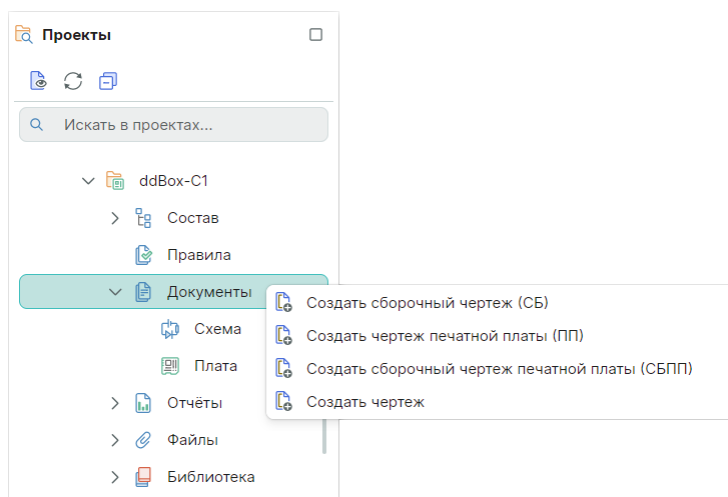

Рис. 58 Создание чертежей в дереве проекта
2. Вызовите контекстное меню и выберите создание нужного чертежа, см. Рис. 58.